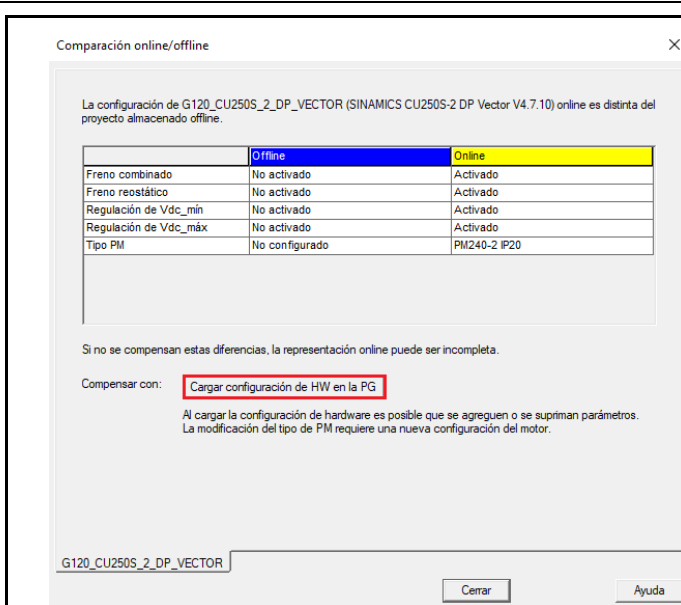

Figura 18: Comparación online/offline
11) Después de presionar el botón **“Aceptar”**, se abrirá una ventana **“Comparación online/offline”**, esta ventana indica que los datos guardados en el variador, no coinciden con los datos nuevos del proyecto (ver Figura 18).
- Para que los datos sean idénticos, se debe hacer clic en **“Cargar configuración de HW en la PG”** (ver Figura 18).